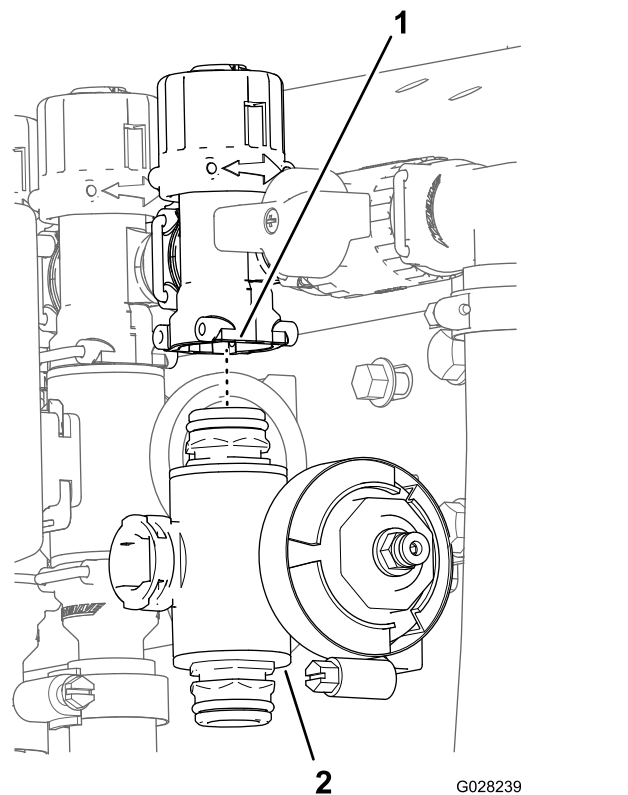

Bild 96
3. Entfernen Sie für die linken oder rechten Auslegerabschnittsventile die Bundkopfschrauben und Sicherungsbundmutter, mit denen die Abschnittsventile an der Ventilhalterung befestigt sind. Entfernen Sie die Ventilverteiler für das mittlere Abschnittsventil von der Maschine; entfernen Sie den Abschnittsventilverteiler von der Maschine (**Bild 96**).